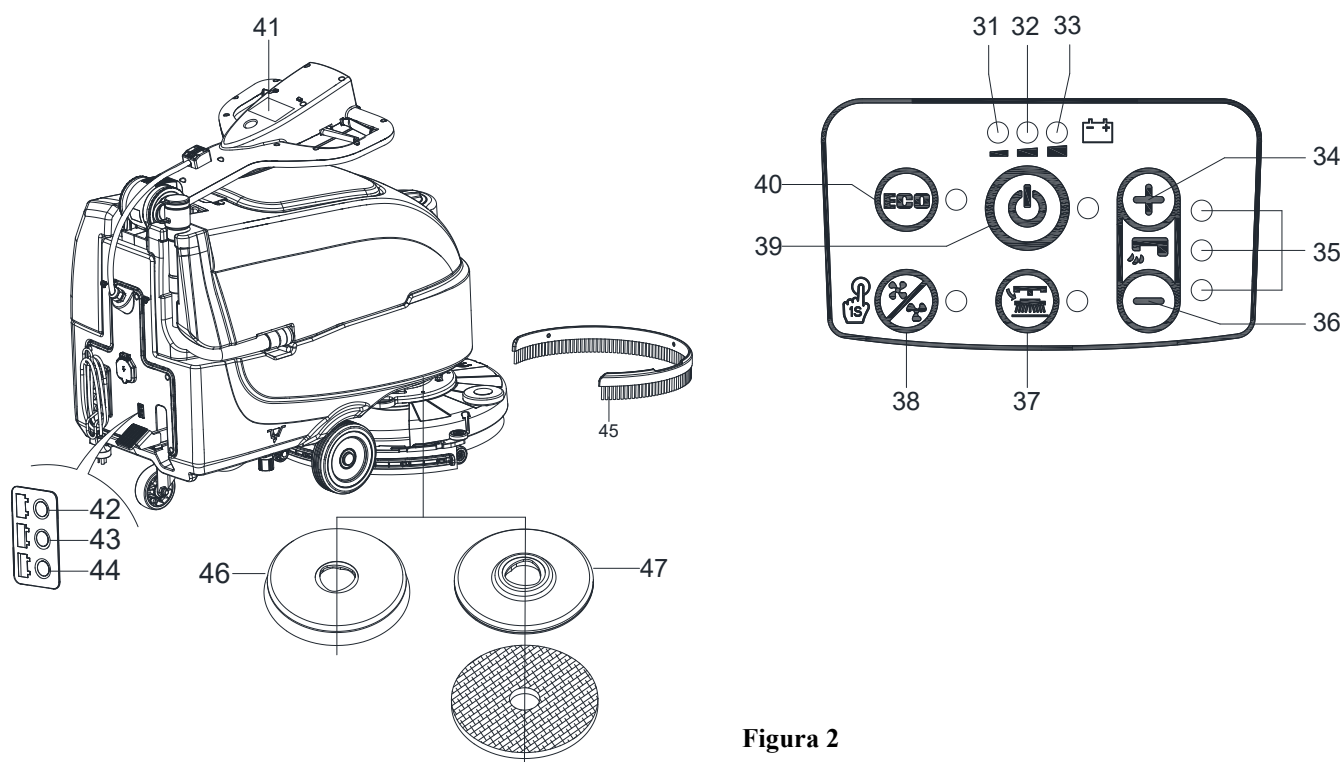

Figura 2
PANOU COMANDĂ (ca în Figura 2)
FEREAȘTRĂ DE AFIȘARE STARE ÎNCĂRCĂTOR (ca în Figura 2)
2. Apăsați comutatorul (39, Figura 2). Dacă se aprinde LED-ul verde (33), bateriile sunt complet încărcate. Dacă se aprinde LED-ul galben (32) sau roșu (31), bateriile trebuie încărcate (vedeți procedura în capitolul Mentenanță).